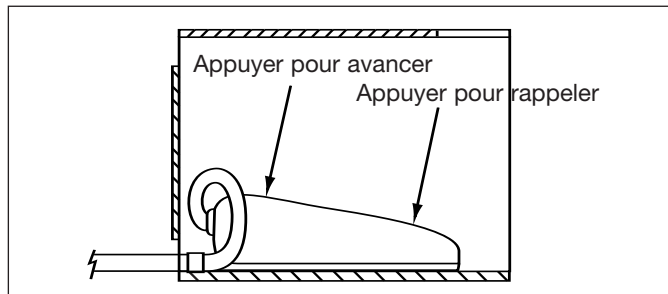

Figure 1
1. Appuyer sur le bout du câble de l'interrupteur au pied pour avancer, et sur l'autre extrémité pour rappel (voir Fig. 1).